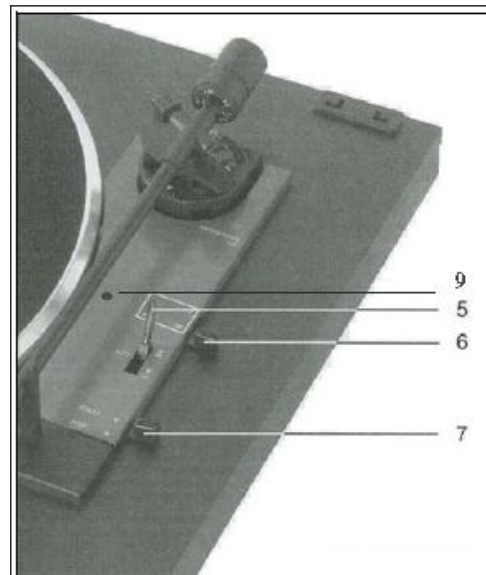

Рис. 11
Начальное положение тонарма было отрегулировано на заводе. Однако при возникновении отклонения это положение может быть повторно отрегулировано путем поворота винта (9, Рис. 11), либо в левую, либо в правую сторону, пока игла не сможет опуститься точно во вводную канавку пластинки.
Снимите прозрачную защитную крышку иглы, осторожно потянув ее на себя. Рычаг подъема (5) должен находиться в положении UP (Вверх). Установите рукоятку (7) в положение Start и тонарм автоматически опустится на пластинку (Рис. 11)
Установите рычаг подъема (5) в положение UP (Вверх). Снимите тонарм с подставки и установите его над вводной канавкой пластинки. Сейчас электродвигатель и опорный диск начнут вращаться. При опускании рычага подъема (5) тонарм плавно опускается, что очень благоприятно сказывается на ваших любимых пластинках. С помощью рычага подъема тонарм может повторно перемещаться вверх и вниз в любом направлении относительно пластинки при одновременном вращении опорного диска (Рис. 11)
После достижения выводной канавки тонарм автоматически поднимается и возвращается на свою подставку. Электродвигатель выключается. Вы также можете выключить проигрыватель путем перемещения рукоятки (7) в положение Stop, или путем поднятия рычага подъема (5) в положение UP (Вверх) ▽ и возврата тонарма рукой в положение на держатель. (Рис. 11)